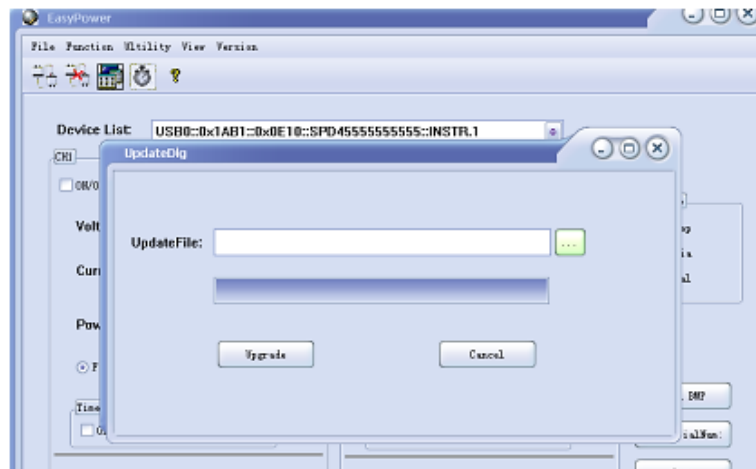
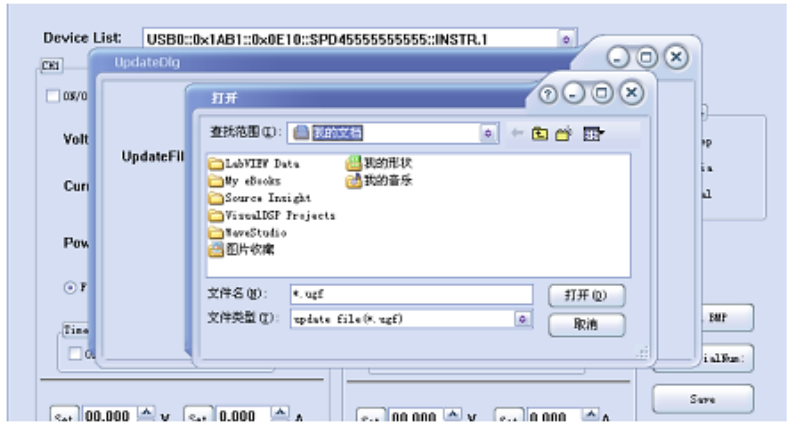

图 2
图 3
- (3) 固件升级的对话框如图 2 所示，点击文件选择对话框 ，会弹出如图 3 所示的对话框，可以选择要升级的文件，文件名的后缀名为 .ugf。